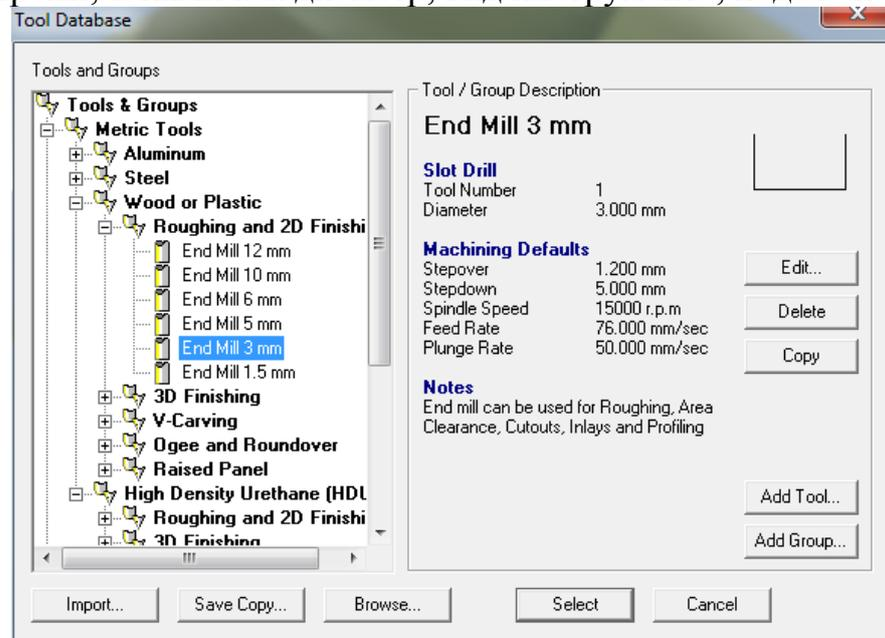
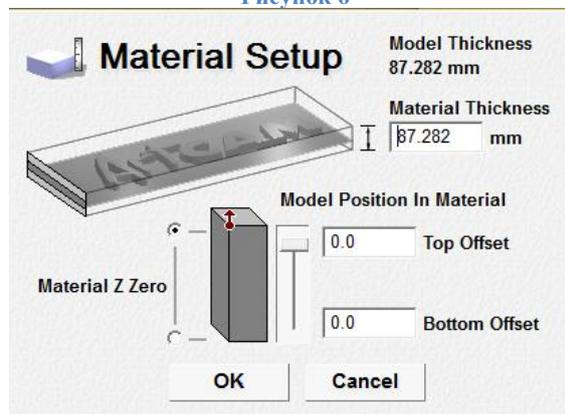

Рисунок 6
Рисунок 7
4. В окне задать инструмент (рисунок 6) и материал (рисунок 7);